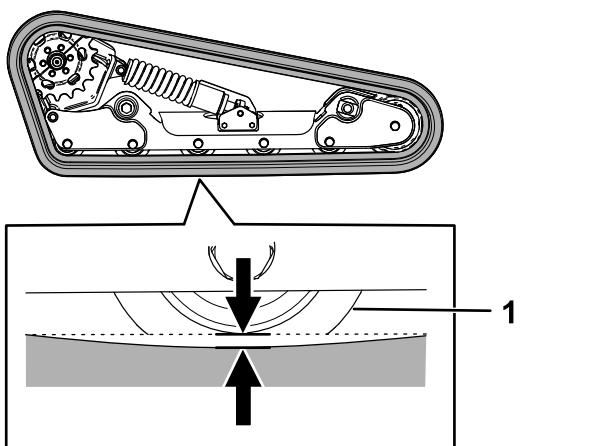

Figura 56
5. Usando una llave de carraca de $\frac{1}{2}$ ", gire el tornillo tensor hasta que la flexión de la oruga sea de 12,7 mm, tal y como se muestra en la Figura 56.
9. Compruebe que la flexión de la oruga es de 12,7 mm, tal y como se muestra en la Figura 56. Ajústelo si es necesario.
20. Usando una llave de carraca de $\frac{1}{2}$ ", gire el tornillo tensor en sentido antihorario hasta que la flexión de la oruga sea de 12,7 mm, tal y como se muestra en la Figura 56.
25. Compruebe que la flexión de la oruga es de 12,7 mm, tal y como se muestra en la Figura 56.